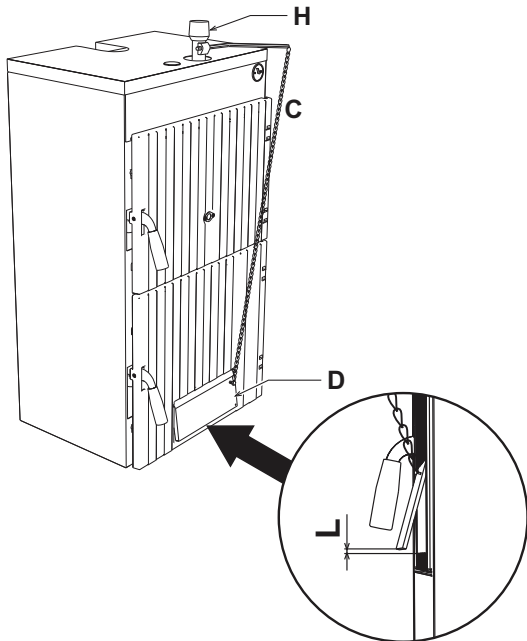

рис. 2 - Монтаж
2. Установите термостатический регулятор "Н" рис. 2.
4. С помощью предусмотренного для этой цели винта регулируйте дверцу воздухозаборника так, чтобы при опущенной дверце величина зазора для прохода воздуха составляла 1 - 2 мм, но не более. При холодном котле поставьте термостат на 60°. Прикрепите цепочку "С" к проушине "D" дверцы воздухозаборника и регулируйте ее длину так, чтобы зазор для прохода воздуха "L" (рис. 2) составлял около 15 мм при использовании каменного угля "соке III" и 2 мм при использовании древесного топлива.
С помощью предусмотренного для этой цели винта регулируйте дверцу воздухозаборника так, чтобы при опущенной дверце величина зазора для прохода воздуха составляла 1 - 2 мм, но не более. При холодном котле поставьте термостат на 60°. Прикрепите цепочку к проушине дверцы воздухозаборника и регулируйте ее длину так, чтобы зазор для прохода воздуха "L" (рис. 2) составлял около 15 мм при использовании каменного угля "coke III" и 2 мм при использовании древесного топлива.